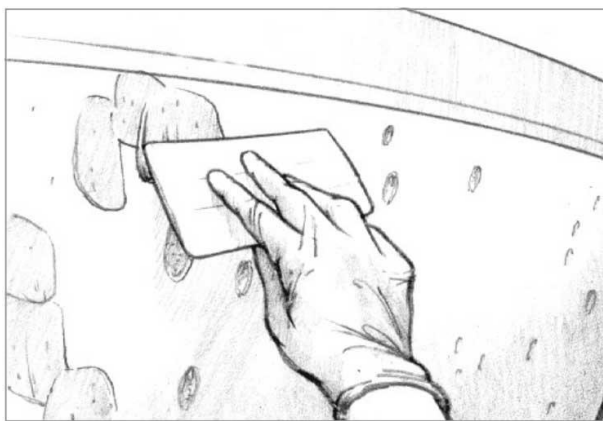

Рисунок 4-7 Выравнивайте кратеры пузырей эпоксидной шпаклёвкой с помощью пластикового шпателя
5. Нанесите шпаклёвку в кратеры с помощью пластикового шпателя до того, как ранее нанесённый пропиточный слой достигнет фазы полного застывания. Если смола всё же застынет, перед тем как наносить шпаклёвку, промойте поверхность водой и отшлифуйте её. Держите шпатель под острым углом, нанося смесь равномерно и гладко, немного выше, чем основная поверхность корпуса (Рисунок 4-7). Удалите лишнюю смолу до того, как она застынет.